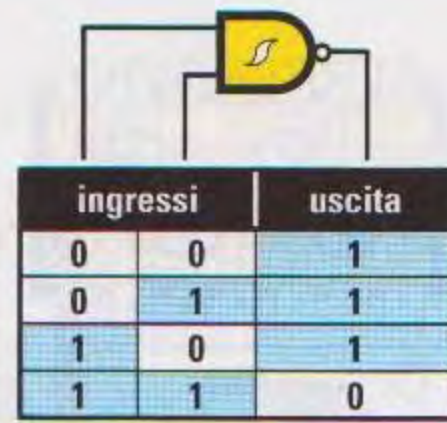

Fig.1 Tavola della verità di un Nand. Il livello logico 1 indica tensione "positiva", il livello logico 0 indica piedino a "massa".
viamo un **livello logico 0** vale a dire **nessuna** tensione (vedi **tavola della verità** in fig.1).
Gli opposti piedini d'ingresso **12** e **8** dei due Nand **IC1/C** e **IC1/D** risultano collegati al **positivo** di alimentazione, vale a dire risultano a **livello logico 1**. Controllando la **tavola della verità** di fig.1, vedrete che sulla loro uscita risulta presente un **livello logico 1**: infatti  $0 - 1 = 1$ .
Poiché l'uscita del Nand **IC1/A** risulta collegata anche al terminale **13** di **IC1/C** ed al terminale **9** di **IC1/D** e poiché i loro opposti terminali **12-8** risultano collegati al **positivo** di alimentazione, controllando la **tavola della verità** di un **Nand** (vedi fig.1) vediamo che  $1 - 1 = 0$ , quindi sui piedini d'uscita di questi Nand è presente un **livello logico 0**.
**Fig.1** Con le istruzioni del programma **GuiEsercizio**, di cui vi forniamo in questo articolo l'intero listato, si crea una finestra con un solo bottone che, una volta premuto, torna al suo stato normale.
**Fig.2** In questa figura abbiamo riprodotto la finestra che visualizzerete se il vostro sistema operativo è Windows 2000. Notate la somiglianza con quella del sistema Windows XP (vedi fig.1).